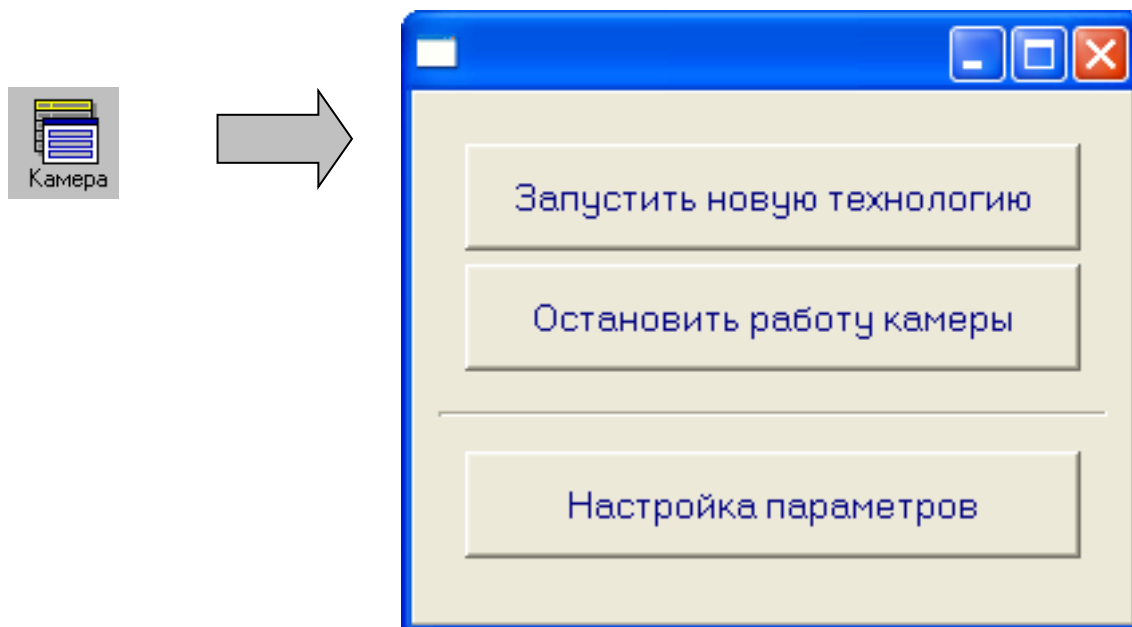

Рисунок 9
3. На экране появится диалоговое окно управления выбранной камерой (Рисунок 9).